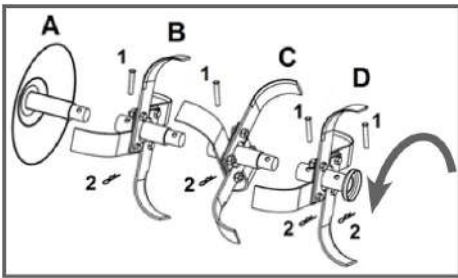

Рис. 3 Установка правых фрез
4. Установите собранные фрезы на выходной вал коробки передач, закрепите их пальцами 1 и шплинтами 2 (Рис. 3). После установки крайней внешней фрезы (например, В) установите диск защиты растений А и закрепите его пальцем 1 и шплинтом 2 (Рис. 3). Для примера на Рис. 3 показана установка правых фрез.